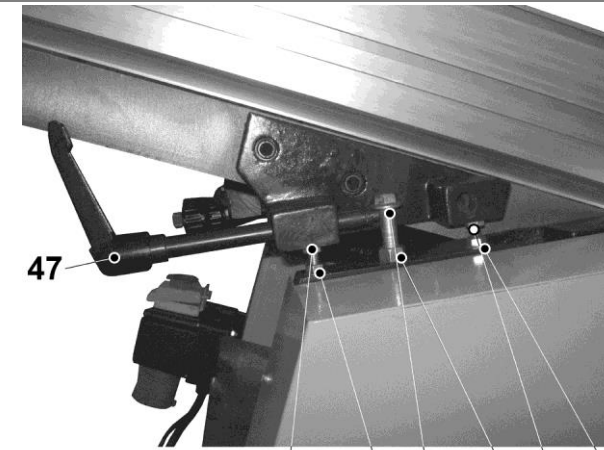
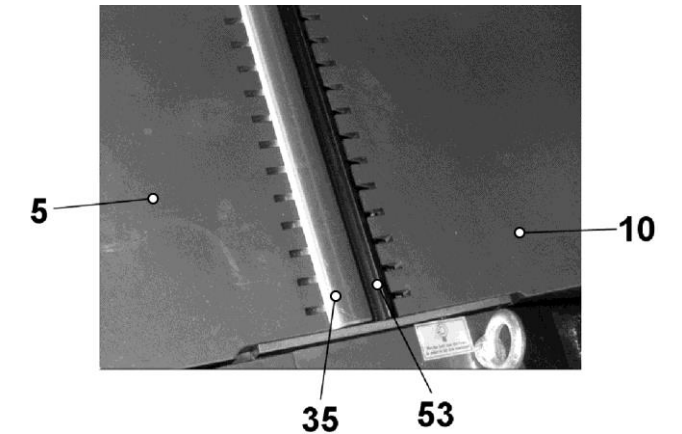

Рис. 14
Рис. 16
12.2.1. Демонтируйте направляющую планку (7), пункт 9.2. 12.2.2. Поворотом ручки фиксатора (47) ослабьте фиксацию приёмного стола (5); потянув ручку фиксатора (47), выведите фиксатор из зацепления с болтом (50), Рис. 14.
10.4. Регулировка приёмного стола (5) производится аналогичным способом - выставляется в одной плоскости с высотой ножей строгального вала (53), Рис. 16.
10.5. Установите параллельность стола подачи (10) к ножам строгального вала (53), Рис. 16, регулировочными болтами (48). По завершению регулировки зафиксируйте контргайками (49), Рис. 14. **10.6. Установите параллельность приёмного стола (5), Рис. 3, аналогично п.10.5.**
10.7. Усилие фиксации стола подачи (10) отрегулируйте болтом (50), зафиксируйте контргайкой (51), Рис. 14.